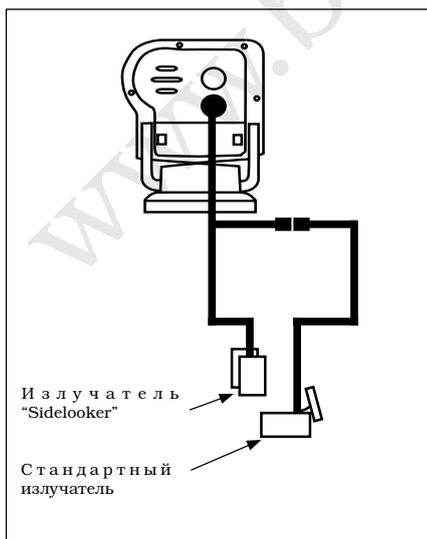

Рис.2-13
1. Если предполагается установка излучателя бокового обзора "Sideloooker", следует проложить 2 кабеля так, как это показано на рис.2-13. На кабеле излучателя "Sideloooker" имеется разъем для подключения кабеля стандартного излучателя.